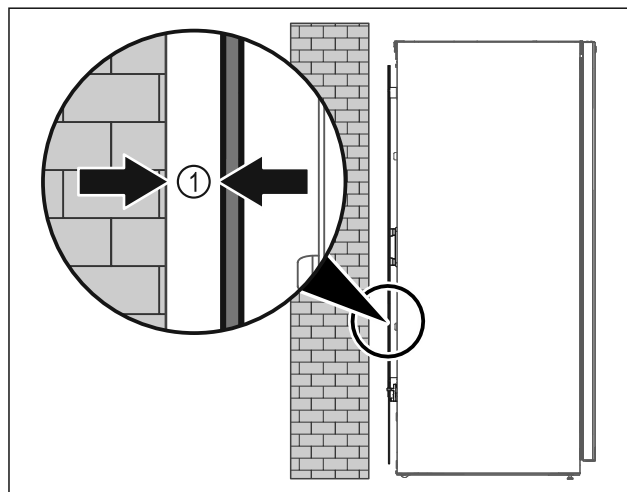

Fig. 7
- ▶ Prietaisą galima statyti arba laisvai patalpoje, arba prie pat sienos min. 5 mm Fig. 7 (1) atstumu.